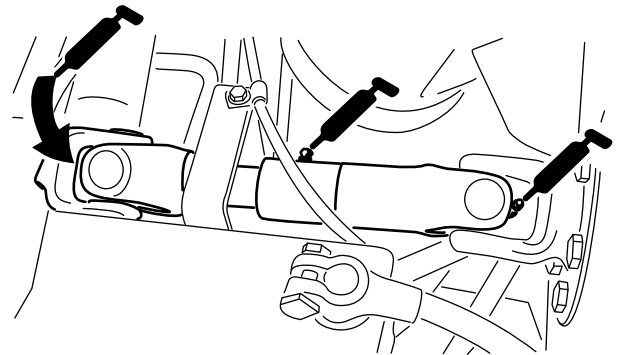

Figure 29
- Joint de cardan d'arbre d'entraînement de pompe (3) (Figure 29)